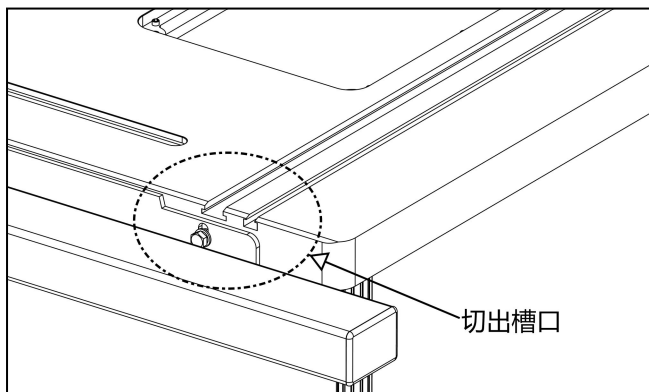

图 14
4. 如果您的台锯导轨挡住了电木铣工作台的 T 型槽, 您需要在导轨上切出一个槽口, 否则会影响您的使用, 如图 14 所示。